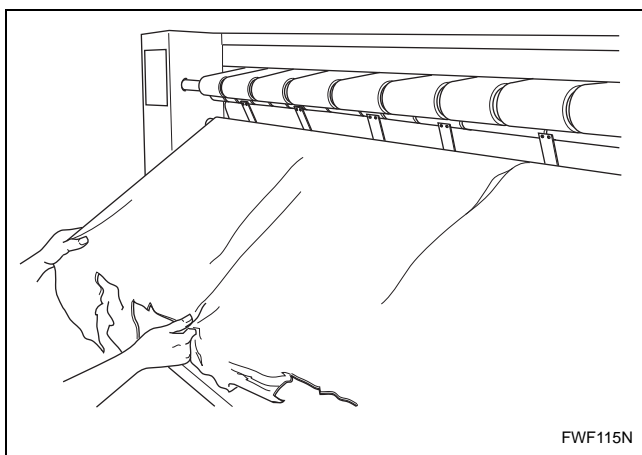

Figura 18
- e. Remova completamente o papel de proteção. Consulte *Figura 18*.